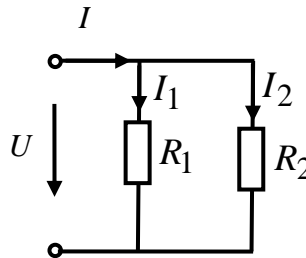

Рис. 1.4
9. При определении токов в разветвленных цепях (рис. 1.4) полезно пользоваться формулой разброса токов в параллельных ветвях